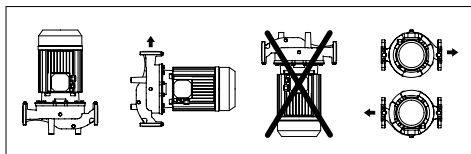

FIG 2: Instalação do motor $\leq 7.5kW$ 2 pólo e $\leq 1.1kW$ 4 pólo
- As bombas podem ser instaladas no momento da entrega ou do retorno e na posição horizontal e vertical, desde que o motor nunca seja colocado abaixo da bomba para evitar fugas de água para o motor ou rolamentos (FIG 2) (Note que a instalação vertical é possível para $\leq 7.5kW$ 2 pólos e $\leq 1.1kW$ 4 pólos)